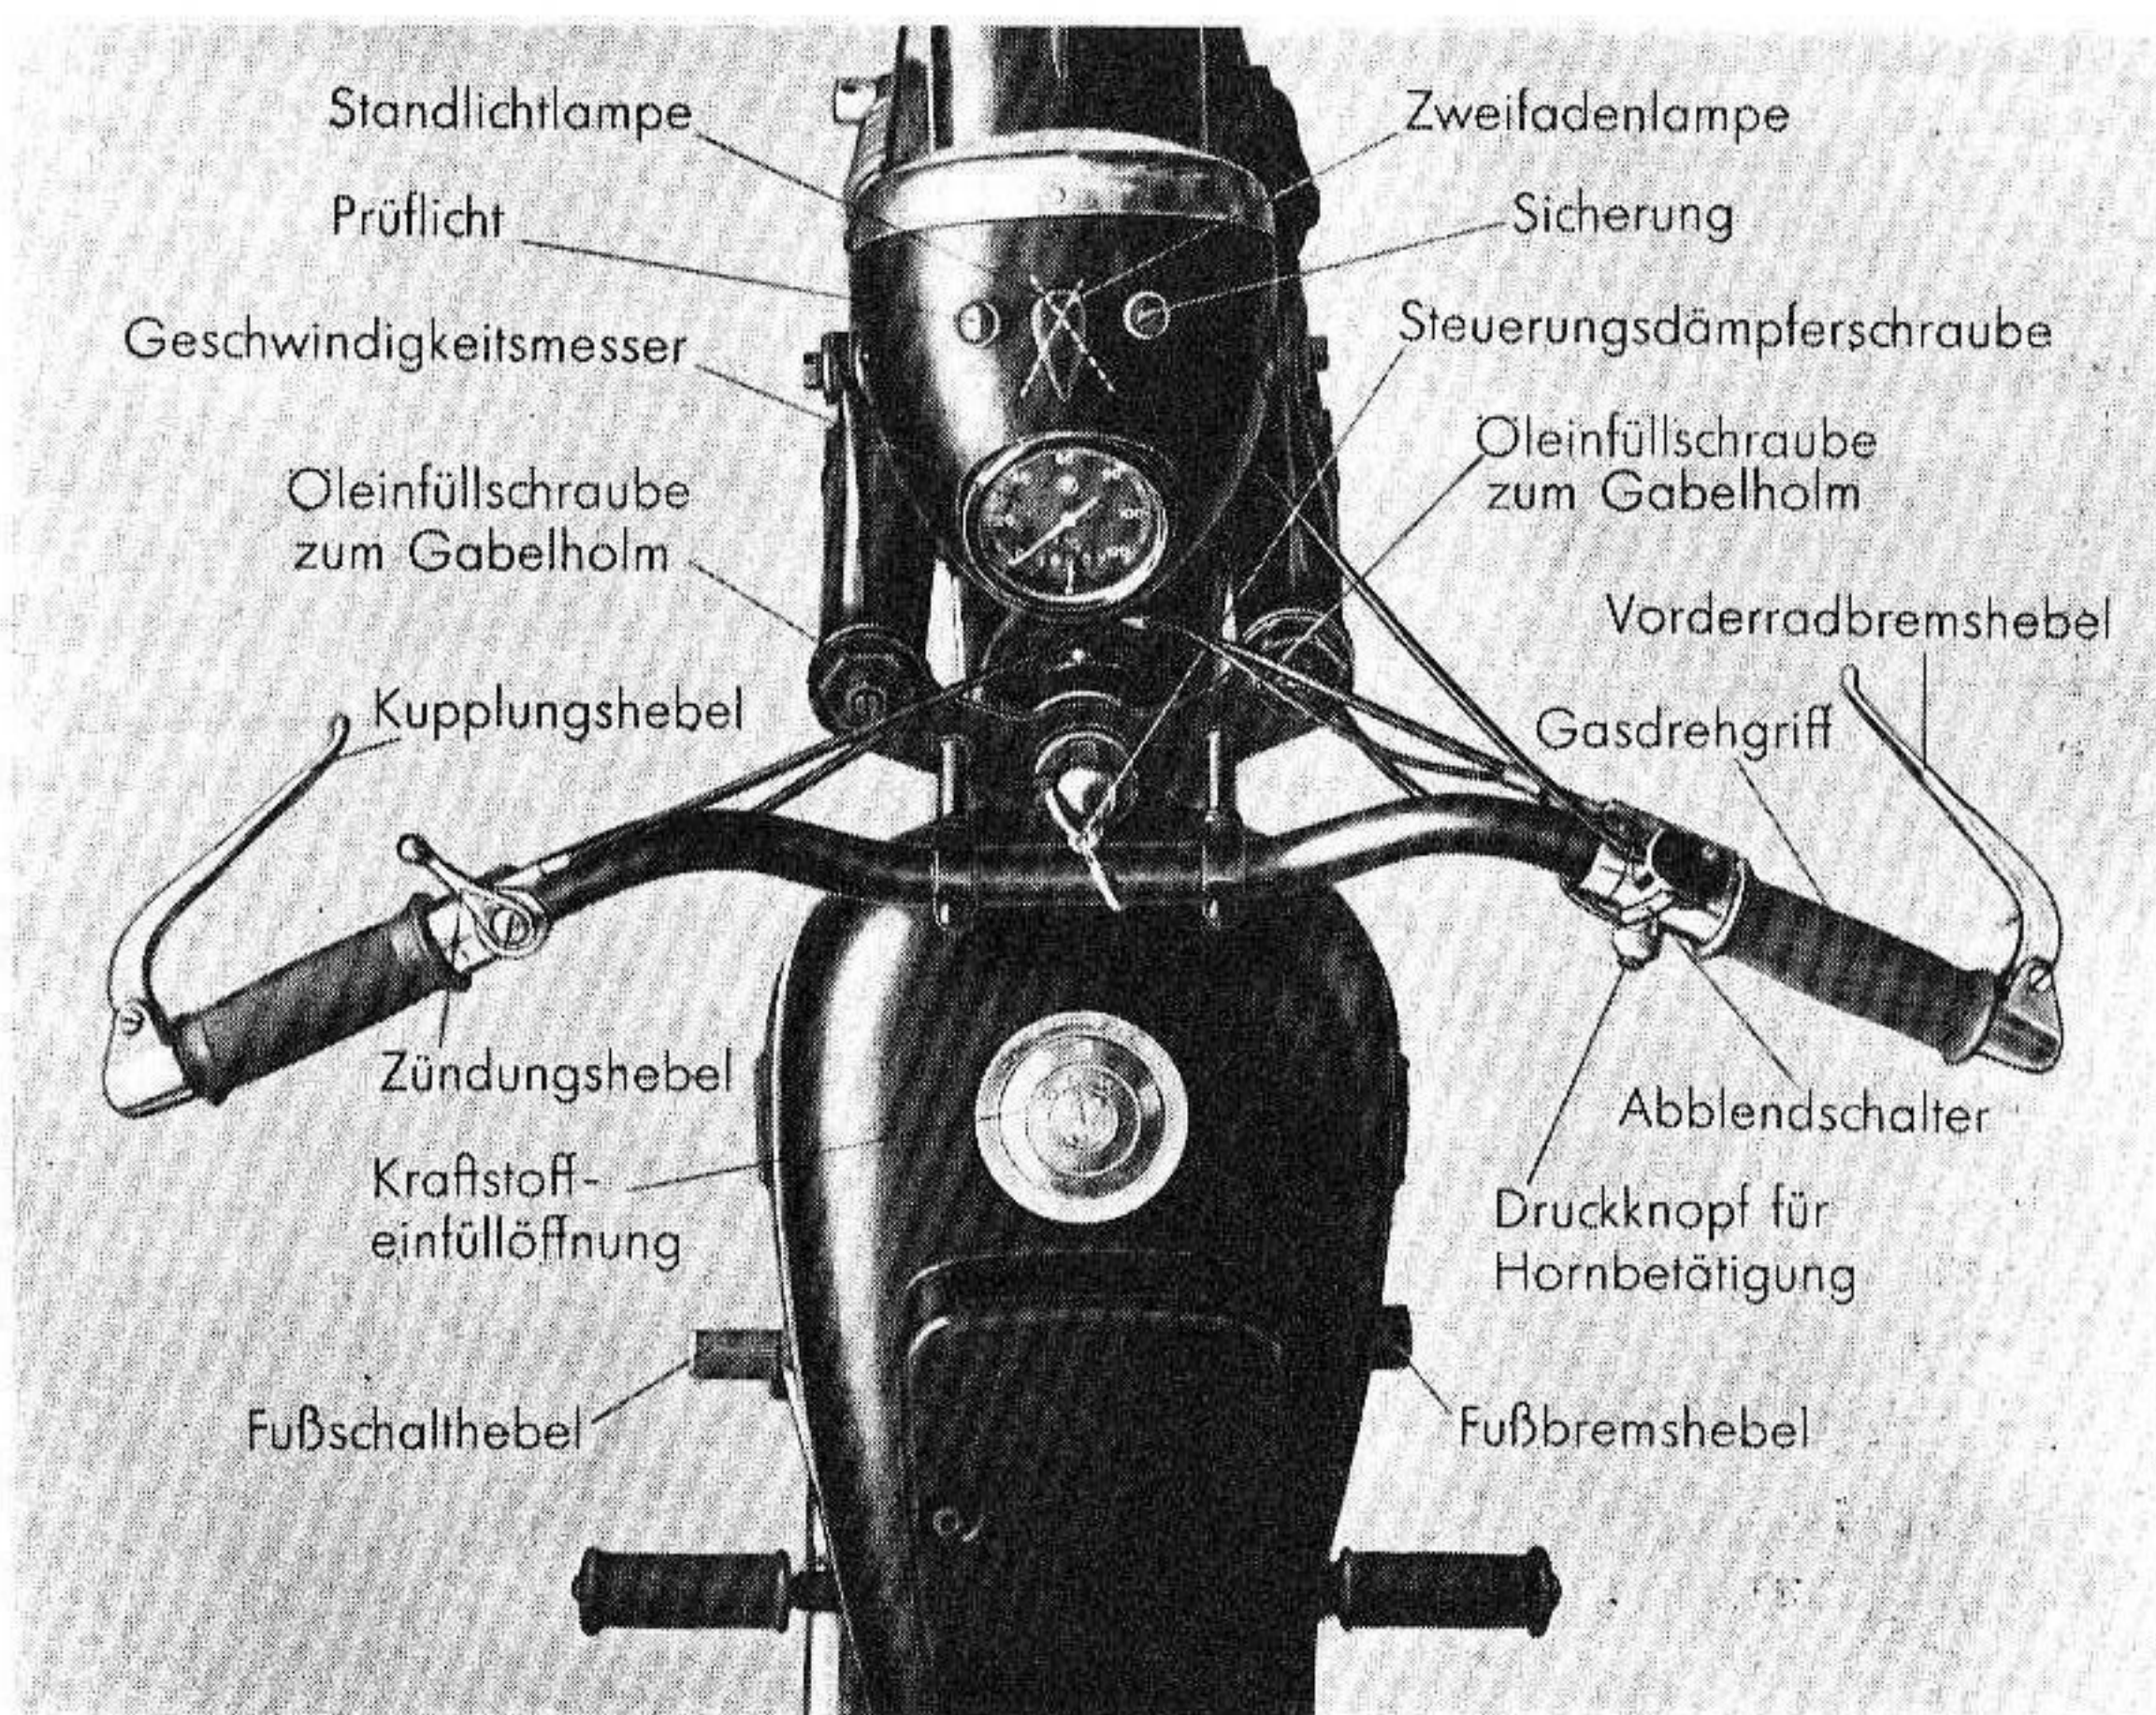

Abb. 3 Die Bedienungshebel
Die Mehrzahl der Bedienungshebel ist in handlicher Form auf dem Lenker angebracht. Auf der rechten Lenkerhälfte befindet sich der Gasdrehgriff, der Druckknopf zur Hornbetätigung, der Abblendschalter für den Scheinwerfer und ferner der Vorderradbremshebel. Auf der linken Lenkerhälfte ist der Kupplungshebel und der Zündhebel angeordnet (Abb. 3 und 5).
Der Fußschalthebel für das Getriebe befindet sich auf der linken, der Fußhebel zur Bedienung der Hinterradbremse auf der rechten Seite des Kraftrades (Abb. 3).
a) Gasdrehgriff. Der rechte Drehgriff, der durch Bowdenkabel auf den Gasschieber des Vergasers wirkt, öffnet durch Linksdrehung, also nach rückwärts und schließt durch Rechtsdrehung — nach vorwärts — (Abb. 3 und 4). Beim Leerlauf bleibt der Drehgriff geschlossen.